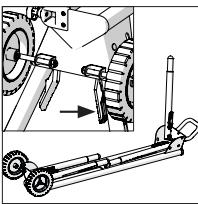

Fig. 2
- Tryck på benets låspak (**Fig. 2**) för att få låsstiftet att släppa och placera benet. Repetera med alla 4 ben.